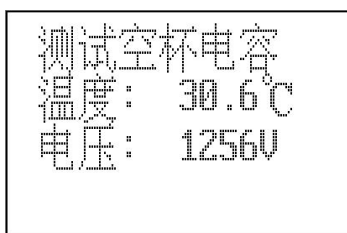

图 7
2) 升压：当升温过程转入升压状态后，此时电压值持续增加增加并调整，如图 7。